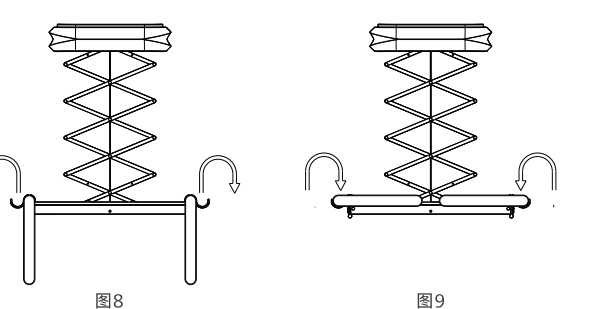

图7
2. 如图7, 拧出衣杆、被杆封口组件螺钉, 依次装入螺杆塞、衣杆封口(被杆封口)、挂环、垫片、螺钉并锁紧螺钉, 最后扣上挂环装饰盖。